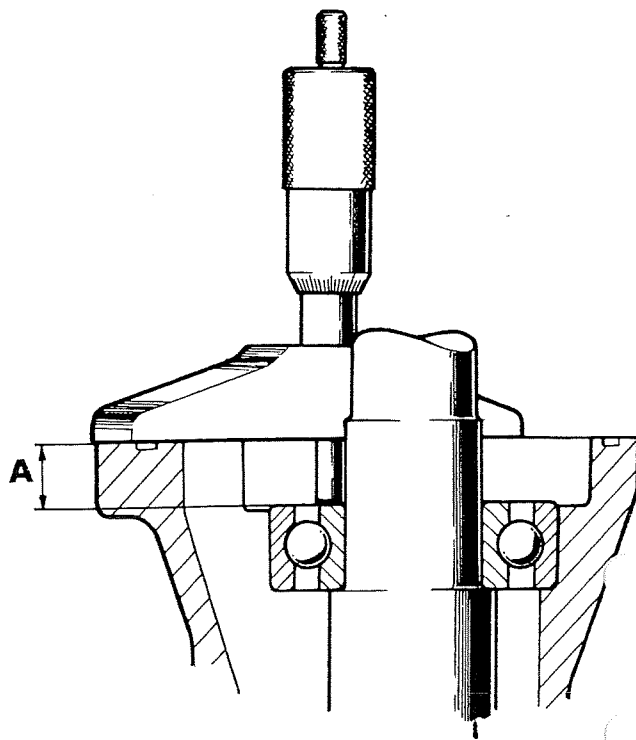

Fig. 26
1. Mät upp avståndet från kullagrets innerring till växelhsets yta, mått "A" fig. 26.